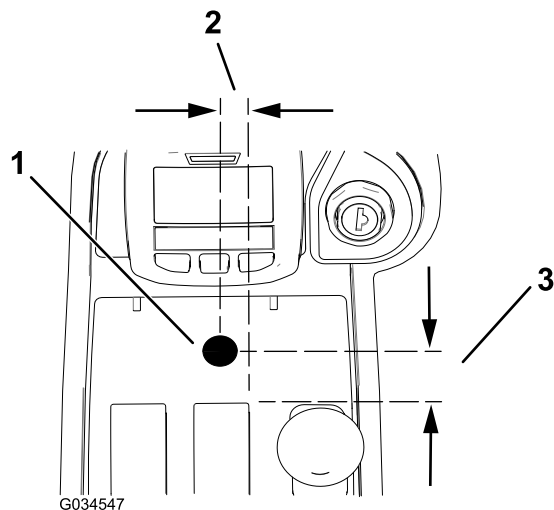

Figura 15
1. Praticate un foro da 13 mm nella console centrale; fate riferimento a Figura 15 per il corretto orientamento.